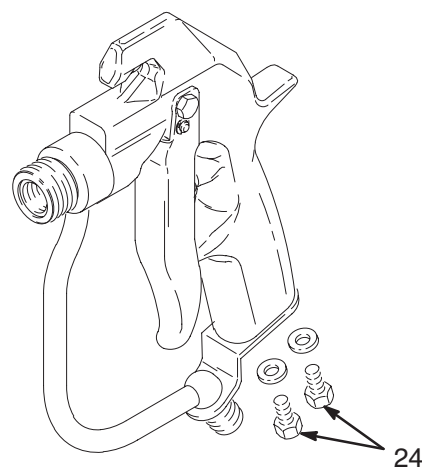

Рис. 9 04733
5. Выкрутите винты (24). См. Рис. 9.